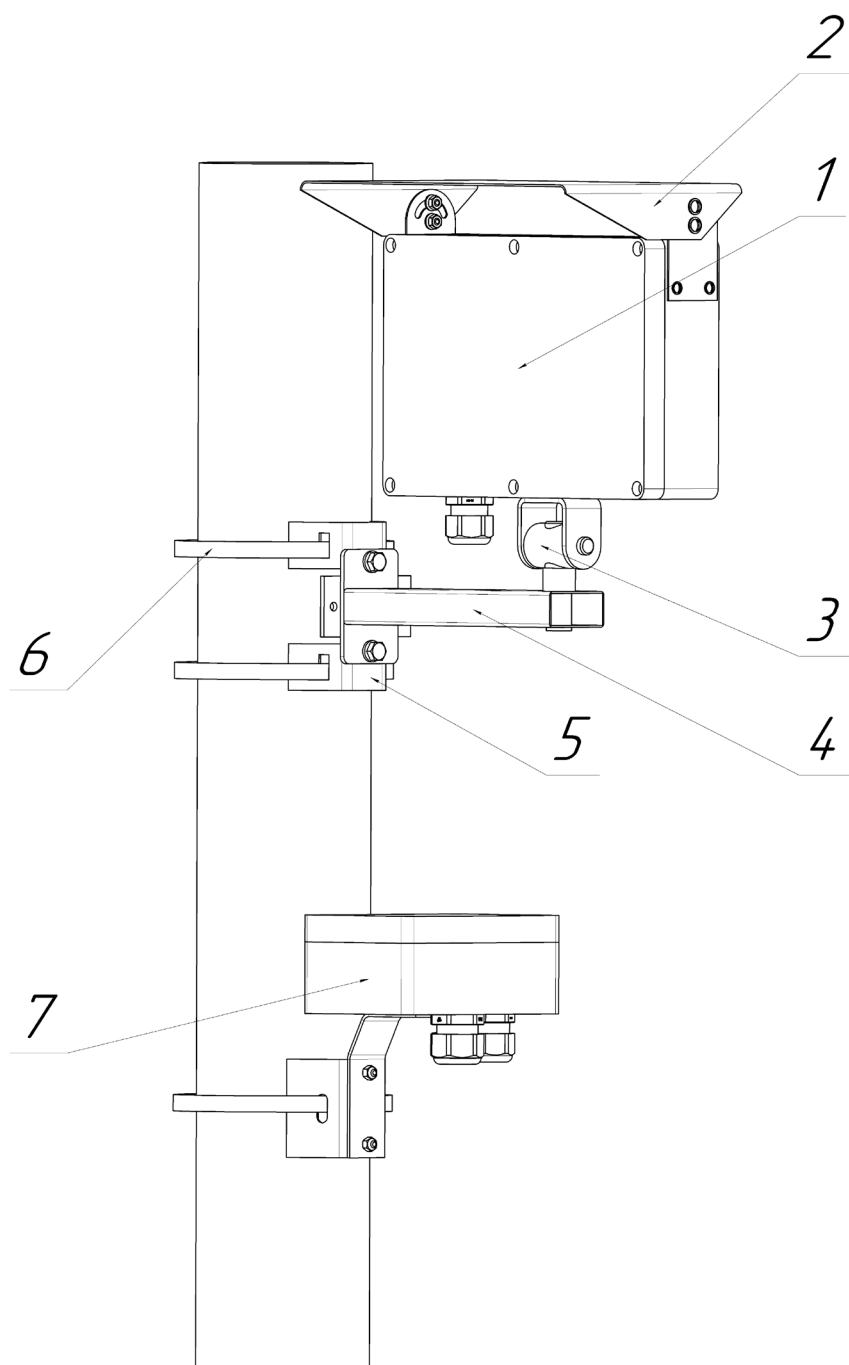
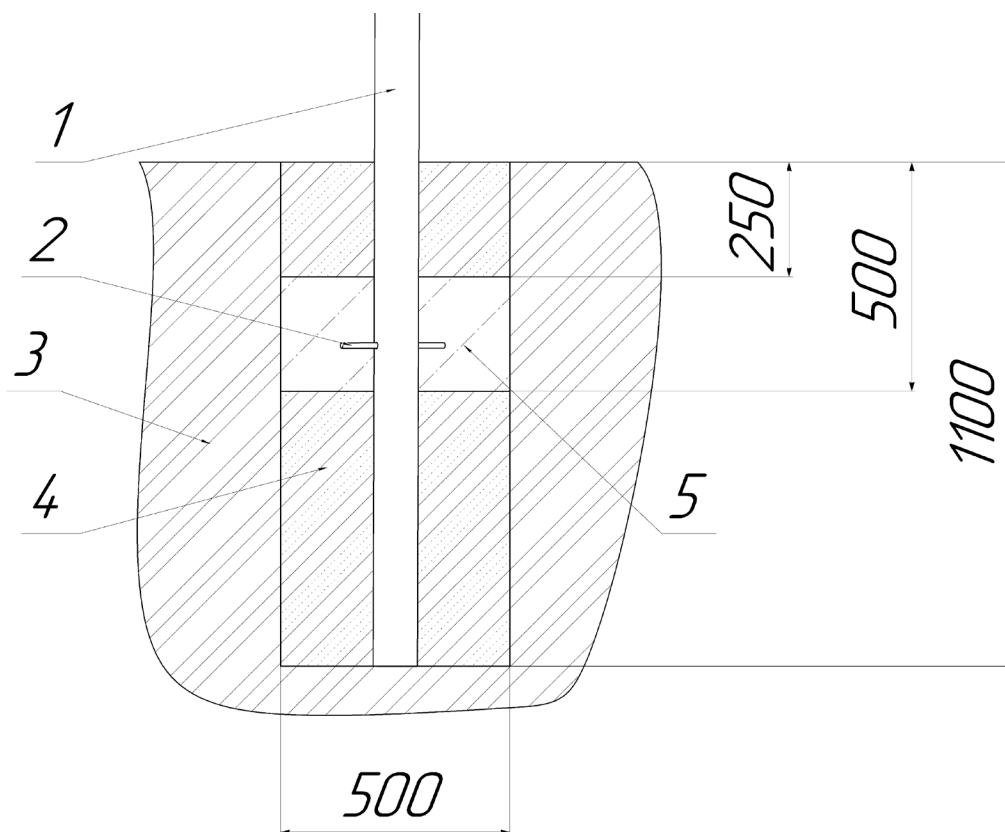

Рисунок 13 – Крепление извещателя на трубе КМ5
Рисунок 14 – Установка трубы из комплекта КМ5 в землю
- 1.4.2.10. Внешний вид установки приемопередатчика на виброустойчивую трубу входящую в комплект КМ5 приведен на рисунке (Рисунок 13). Способ установки трубы из комплекта КМ5 в землю указан на рисунке (Рисунок 14).
- 2.1.3.6. Крепление извещателя на высоте до 1,8м рекомендуется осуществлять с помощью КМ5 в соответствии с рисунком (Рисунок 13). Установку КМ5 в землю рекомендуется осуществлять в соответствии с рисунком (Рисунок 14).